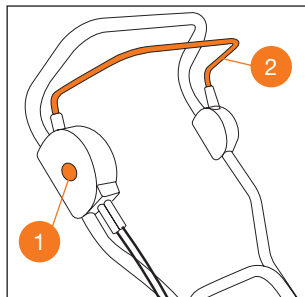

рис. 25
2. Нажмите и удерживайте предохранительную клавишу **1** (Рис.25).
3. Продолжая удерживать предохранительную клавишу **1**, прижмите рычаг включения двигателя **2** к рукоятке (Рис. 25). Двигатель заработает и нож начнёт вращение.